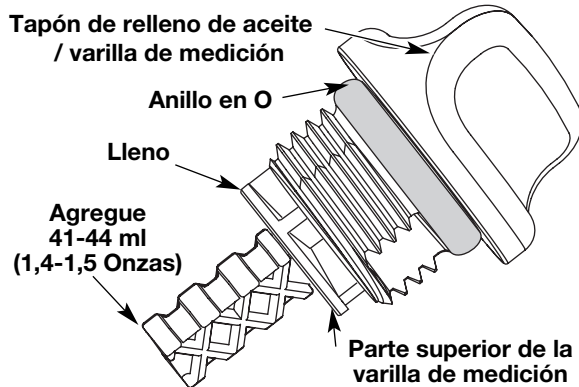

Fig. 24
5. Retire el tapón de relleno de aceite / varilla de medición e inspeccione el nivel del aceite. El aceite debe llegar hasta la parte superior de la varilla de medición (Fig. 24).